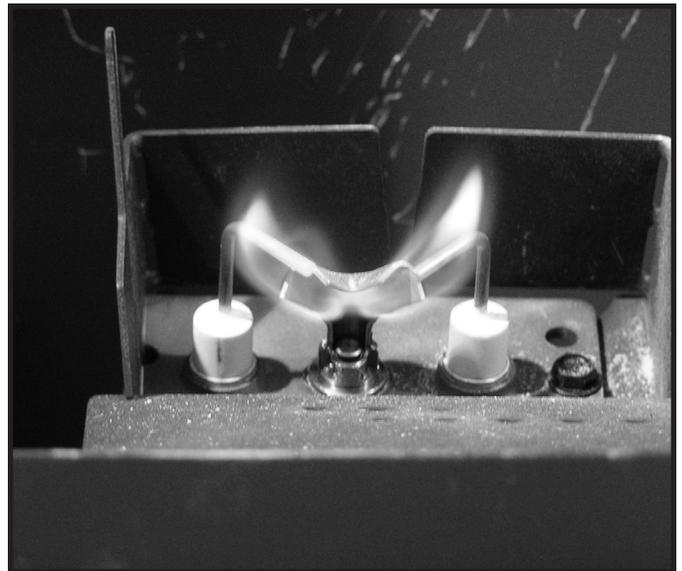

Figure 4.2 Forme de flamme de la veilleuse IPI
- Inspecter la qualité de la flamme de la veilleuse. Voir figures 4.2 et 4.3 pour connaître la bonne forme de la flamme de la veilleuse. Nettoyer ou remplacer la tête de l'injecteur de l'orifice si nécessaire.